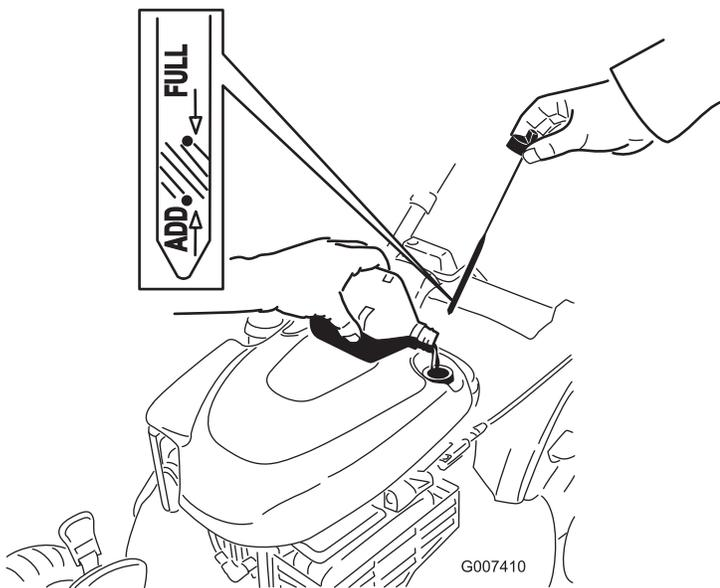

Figure 43
12. Sortez de nouveau la jauge et contrôlez le niveau d'huile ; voir Figure 43.